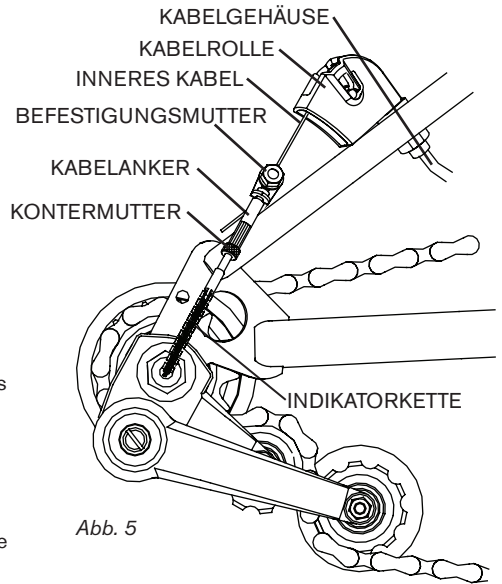

Abb. 5
- Führen Sie das innere Kabel rund um die Kabelrolle (Abb. 5)
Für die Anpassung lockern Sie die Kontermutter, drehen Sie den Kabelanker-Zylinder (Abb. 5), um die richtige Einstellung zu erhalten und ziehen anschließend die Mutter wieder fest.
- Schrauben Sie die Kontermutter der Indikatorstange ab (Abb. 5).